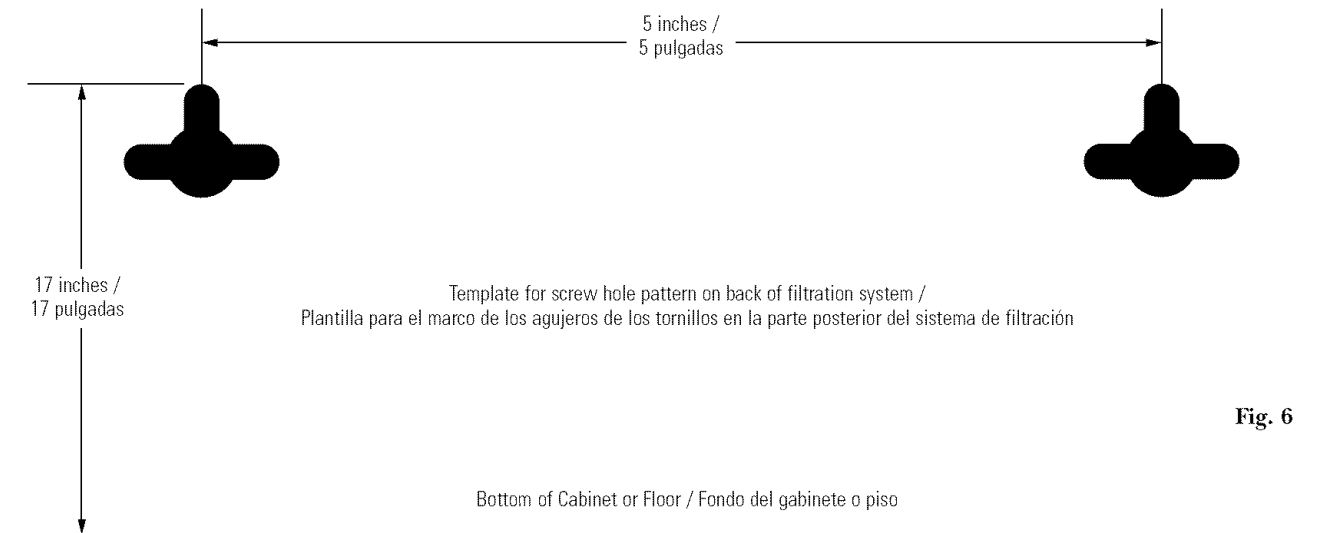

Fig. 6
2. The top of the template openings should be placed a minimum of 17 inches above the bottom of the cabinet or floor where the system is to be mounted (Fig. 6 and 7).
2. La parte superior de las aberturas de la plantilla deben colocarse a un mínimo de 17 pulgadas por encima del fondo del gabinete o del piso donde el sistema será montado (Figs. 6 y 7).